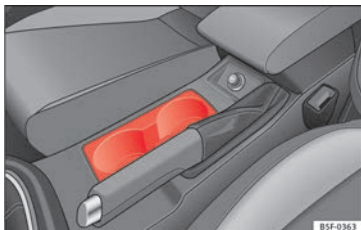

Bild 155 Mittkonsolen: Främre dryckeshållare
- Placera drycker i hållaren » bild 155. Det är möjligt att placera två drycker i hållaren. Det är även möjligt att placera större plastflaskor i kanterna på dörrarna.